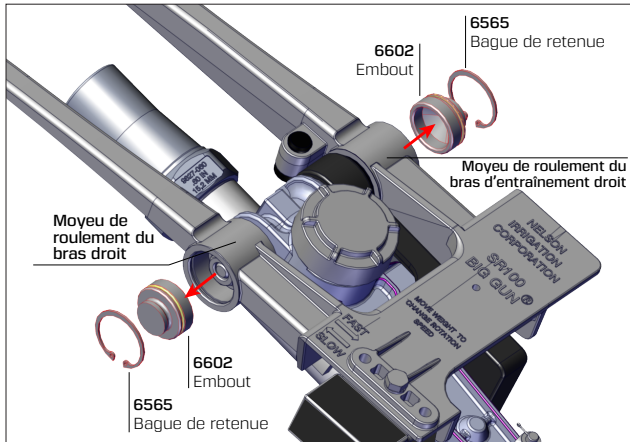

Fig. 1.
- A. Retirez un circlip n° **6565** de chaque moyeu de roulement du bras d'entraînement (gauche/droite) à l'aide d'une pince à circlips (voir Fig. 1).